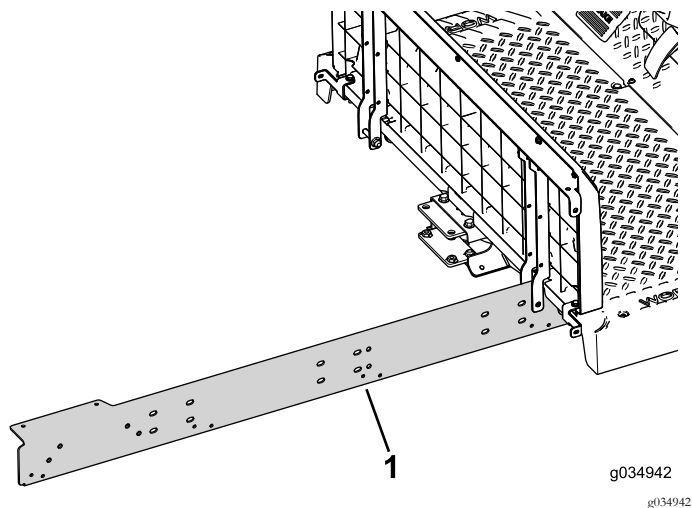

Figure 71
2. Fixez légèrement le longeron d'extension du côté droit de la machine (Figure 71).